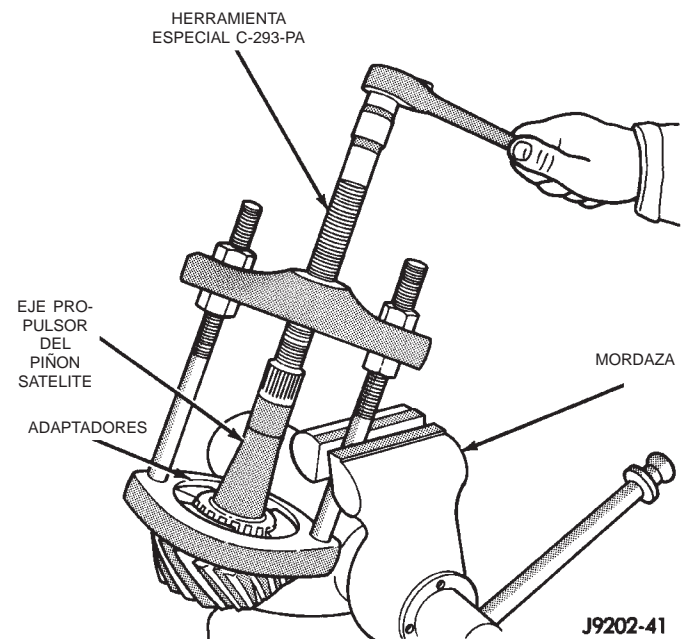

Fig. 40 Desmontaje del cojinete interno
(11) Retire el cojinete trasero del piñón con la prensa y el extractor C-293PA y los adaptadores C-293-39 (Fig. 40).